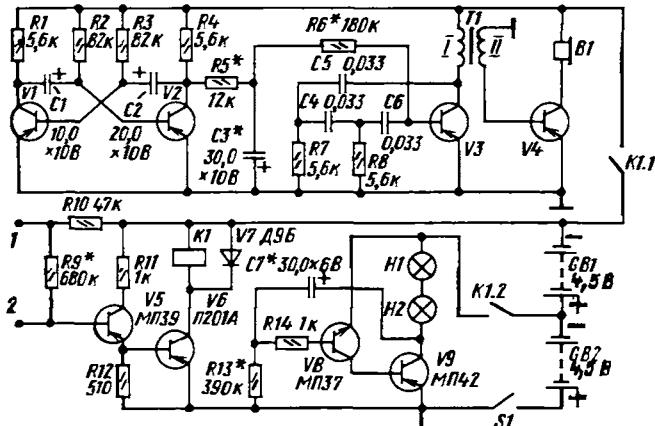

Рис. 275 Принципиальная схема и внешний вид «Кота-лакомки»
**«Кот-лакомка».** На небольшой подставке, слегка наклонив голову, сидит белый, с бантом на шее кот (рис. 275). Если к его носу поднести кусочек вареного мяса, колбасы или сыра, кот тут же начинает сверкать глазами и, как бы прося лакомый кусочек, мяукать.